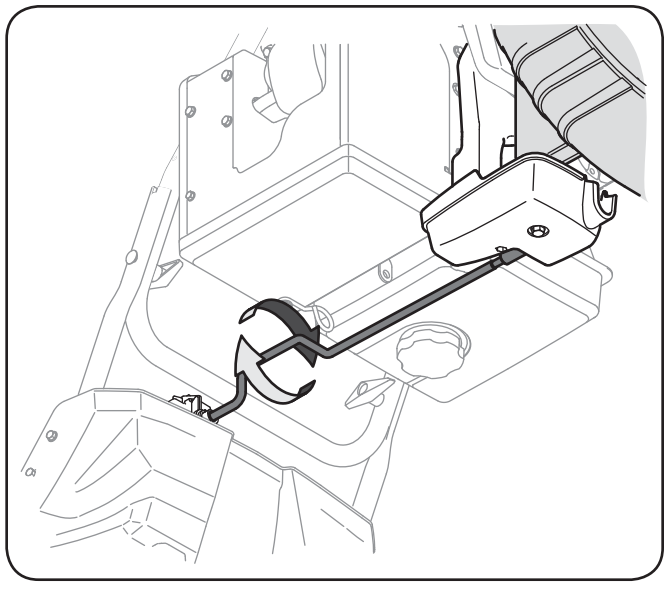

Figure 4-3
3. Enfoncez à nouveau la goupille fendue dans ce trou et celui de la tige de commande, comme à la Figure 4-3.
4. Prenez la partie en retrait de la tige de commande et tournez la goulotte à la main vers la droite ou la gauche. Voir la Figure 4-3.